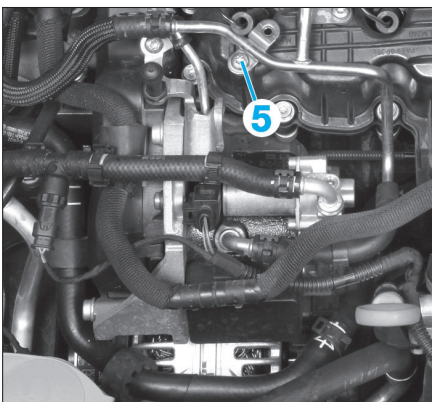

FIG. 72
- les écrous (2) et (3),
- la canalisation (4),
- la vis (5) (Fig.72).